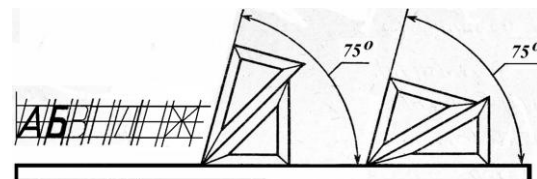

Рис.8. Выполнение разметки букв
3. Твёрдым карандашом выполните разметку каждой буквы и цифры с учетом её ширины («g») в зависимости от размера шрифта («h»). Помните, что угол наклона шрифта – 75° , расстояние между буквами («a») не зависит от их вида (прописные или строчные), а определяется размером шрифта. Для выполнения разметки используйте два треугольника и линейку (рис. 8).